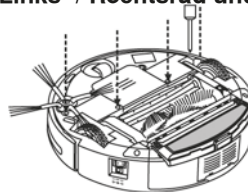

Abb. 1
1. Die Schraube des linken / rechten Rades mit dem Schraubendreher lösen. (siehe Abbildung 1)